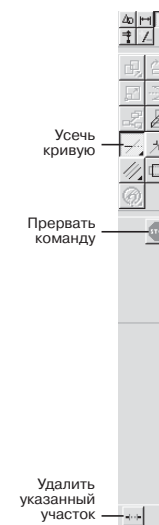

Рис. 1.15
3. **Часть кривой** позволяет удалить часть какого-либо объекта, ограниченную точками пересечения с другими объектами. Для быстрого перехода к команде нажмите кнопку  (**Усечь кривую**) на панели инструментов редактирования. Укажите курсором ту часть объекта, которую нужно удалить. Наоборот, если нужно оставить выбранный участок и удалить внешние относительно него участки кривой, переключите кнопку  (**Удалить указанный участок**) либо кнопку  (**Оставить указанный участок**) в строке параметров объектов (рис. 1.15).